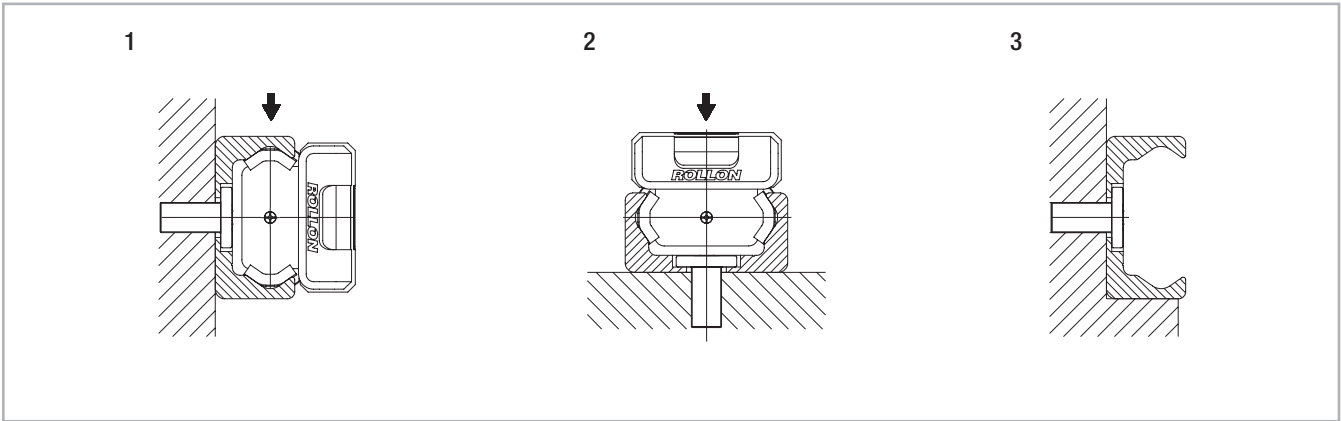

Fig. 156
Las guías T y K pueden montarse en dos posiciones según la fuerza externa. Para la carga axial del cursor (Fig. 156. pos. 2), la capacidad de carga se reduce por la disminución del área de contacto al cambiar la posición. Como consecuencia, las guías deben montarse de modo tal que la carga actúe en los rodamientos en dirección radial (Fig. 156, pos. 1). El número de agujeros de anclaje en la guía junto con los tornillos de clase 10.9 están dimensionados según los valores de la capacidad de carga. Para aplicaciones críticas con vibraciones o mayores requisitos de rigidez, es útil prever un soporte de la guía (Fig. 156, pos. 3).